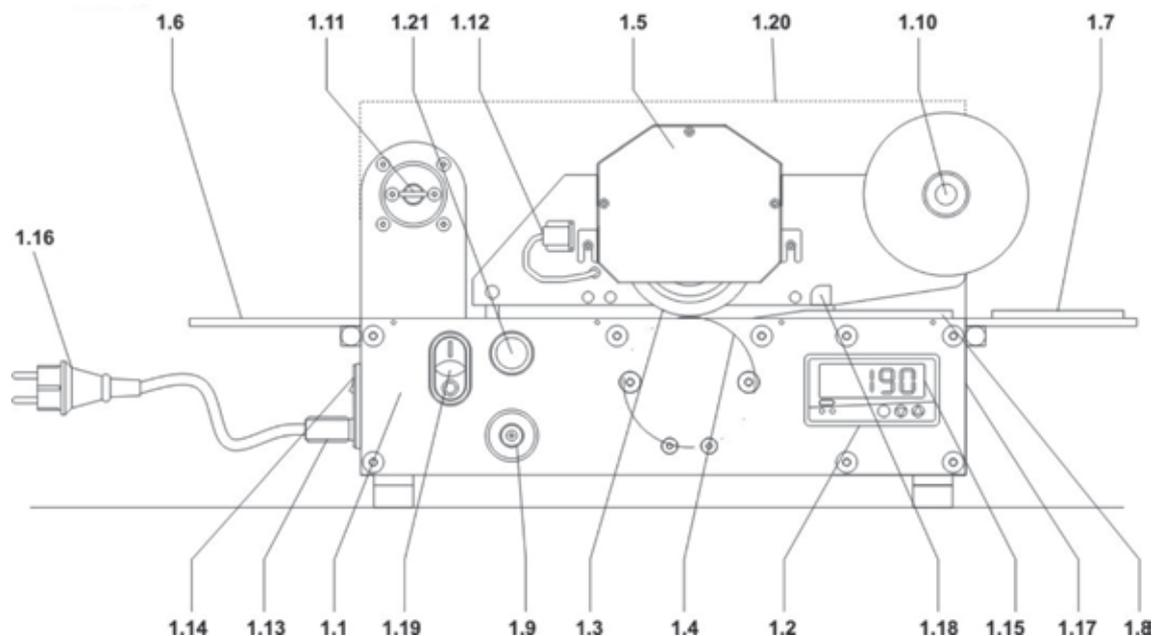

Рис. 1
5.1. Режим горячего тиснения SP1 (Рис. 1)
5.2. Режим ожидания SP2 (Рис. 1)
5.3. Изменение высоты зазора (Рис. 1)